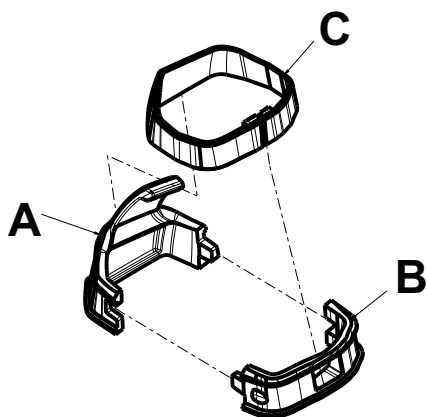

図 35 - 点滴フック部品
2. 嵌合クリップ (AとB) を合わせ、2つの点滴フックピースをグラブバーに固定します (図 35) 。
3. 点滴フックカラー (C) を握りバーと2つの点滴フックピースの周りでスライドさせます (図 35) 。